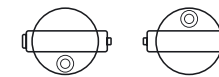

Fig. 6
- Mettez la bulle à zéro et faites pivoter la longue-vue de 180°. La bulle doit rester au centre (Fig. 6).